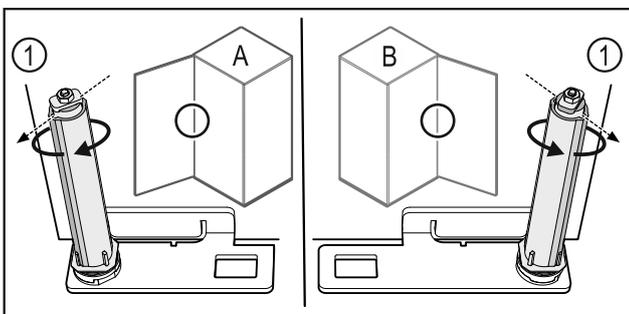

Fig. 56 Розкриття ліворуч (A) / Розкриття праворуч (B)
- ▶ Систему закриття повертати проти опору доки перемичка системи закриття Fig. 56 (1) не покажуватиме назовні.